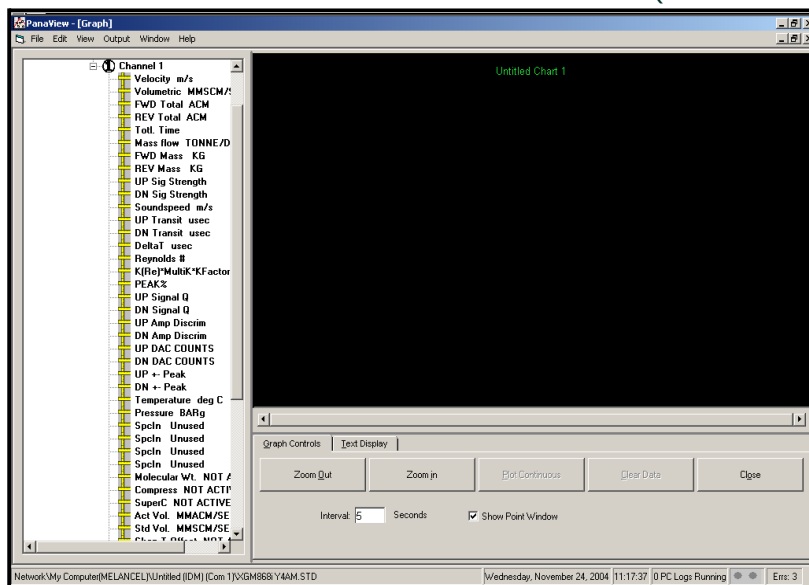

Figura 4: Finestra del grafico
3. Utilizzando il menù *Finestra*, disporre le finestre aperte nel formato desiderato. Per questa descrizione, la Figura 4 mostra la finestra *Grafico* nella sua dimensione massima (a schermo intero).